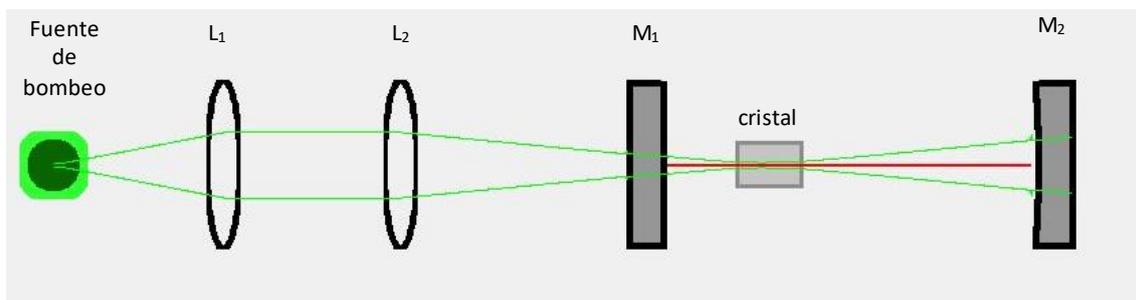

Figura 10. Arreglo experimental, láser de estado sólido bombeado por diodo con cavidad de onda estacionaria
1. Utilice el programa para desarrollar el arreglo mostrado en la figura 10. Siguiendo las especificaciones para cada elemento óptico que se muestran en la tabla 2.